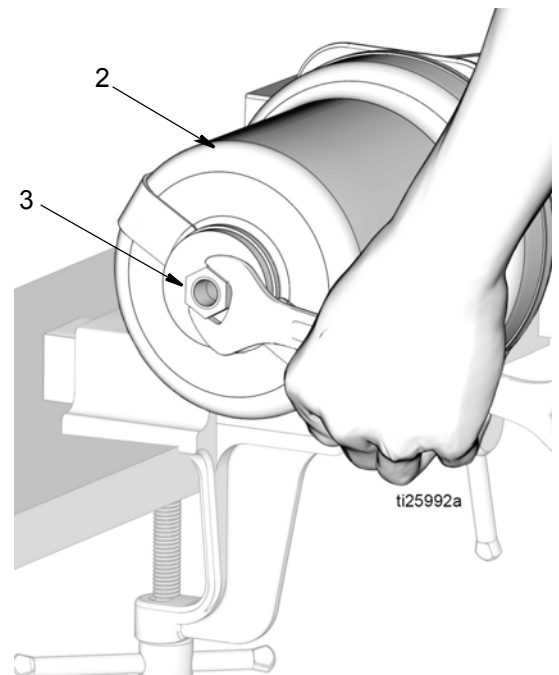

FIG. 16
- Quite la tuerca de tope de pistón (3) de la parte superior del cilindro de aire (2) (FIG. 16).